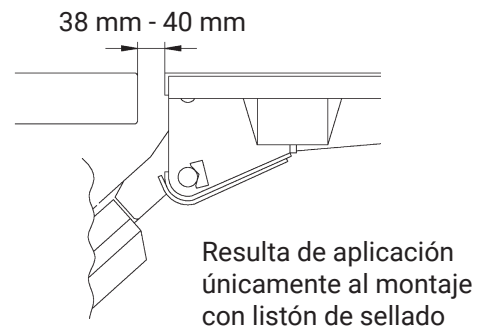
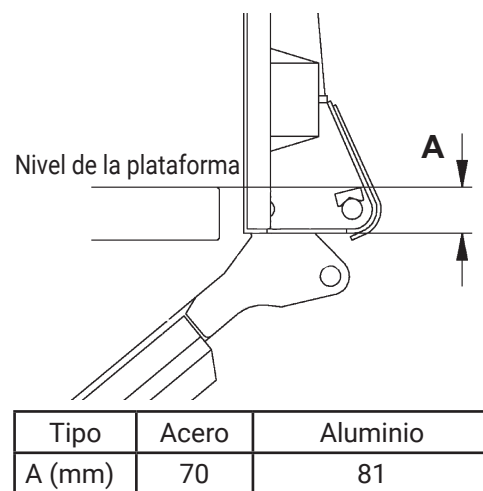

Imagen 36. Comprobar la posición en relación con la barra trasera del vehículo
Imagen 37. La suspensión inferior de la plataforma (A) varía de un puente a otro, algo que debe considerarse al montar la junta en el borde superior.
- Con cuidado, probar el funcionamiento del elevador hasta el nivel de la plataforma e inclinarlo a la posición vertical. Comprobar la posición en relación con la barra trasera y los postes laterales del vehículo. Ver Imagen 36 y Imagen 37.